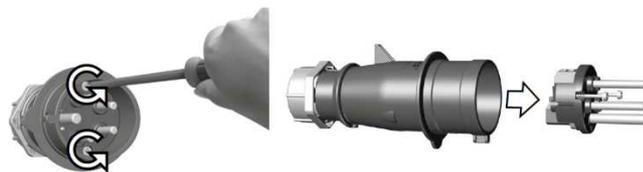

Рисунок 66
- демонтировать обжимную гайку, выкрутить два винта и извлечь вставку контактов из корпуса разъема рисунок 66;